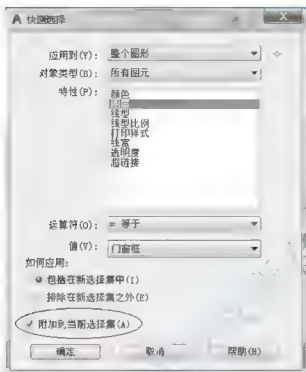
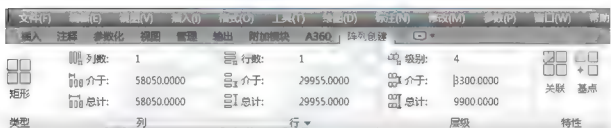
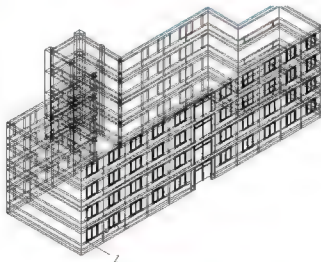

图 6.28 利用【快速选择】对话框选择门窗框
图 6.29 设置阵列对话框
图 6.30 阵列生成 2~4 层模型
(2) 重复【快速选择】命令, 按照图 6.28 所示设置对话框, 然后单击【确定】按钮关闭对话框, 这样就选中了所有的门窗框模型。
(3) 重复使用【快速选择】命令, 依次选择柱子和玻璃模型。
(4) 单击【绘图】工具栏上的【阵列】图标, 打开【阵列】对话框, 如图 6.29 设置对话框参数, 结果如图 6.30 所示。